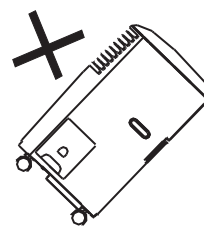

fig. 1
- Enheden skal altid opstilles på en stabil undergrund (fig. 1).